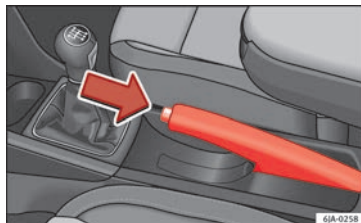

Fig. 175 Consola central: freno de mano.
- Tire ligeramente de la palanca hacia arriba y **al mismo tiempo** presione el botón de desbloqueo » **fig. 175.**